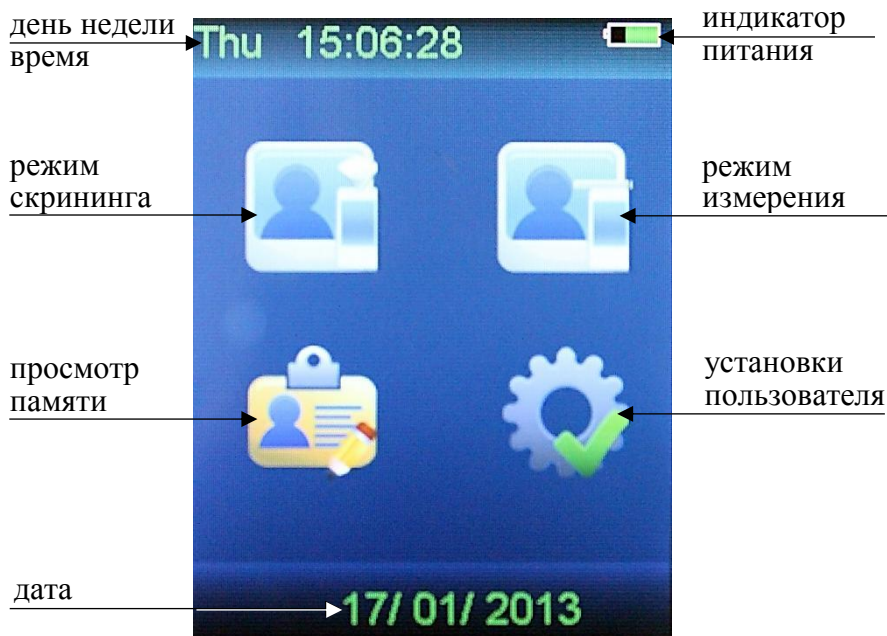

Рисунок 4 – Главное меню анализатора
Далее проводится автотестирование: происходит контроль температуры платы с электрохимическим датчиком; контроль уровня напряжения питания, после этого на дисплее появляется главное меню анализатора (рисунок 4).
2.3.1 При включении анализатора после заставки с названием анализатора и версией программного обеспечения на дисплее появляется главное меню из 4 пунктов-иконок и индикаторов, информирующих об уровне напряжения элементов питания, текущем времени и дате (рисунок 4).
2.7.1 Включите анализатор нажатием на кнопку вкл/выкл, удерживая ее до звукового сигнала (около 2 секунд). После заставки с названием анализатора и версией программного обеспечения, на дисплее появится главное меню анализатора (рисунок 4).